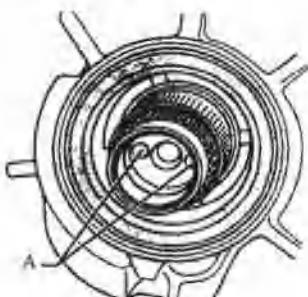

图 5.11 涡轮轴中孔 A 的位置
- ① 将油底壳朝下放置变速器，拆掉变矩器。
- ② 将涡轮轴中孔 A 的位置旋转成水平，如图 5.11 所示。